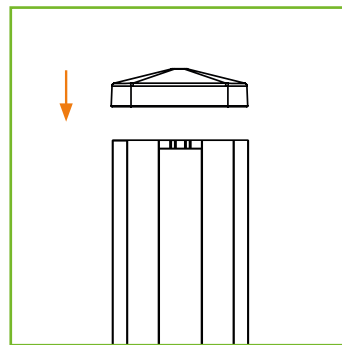

Abb. 6
6. Die kleinen Drahtklammern am Ende des Aufbaus über die Wandstärke des Pfostens mit der gebogenen Kontur nach außen stecken (Abb. 6).